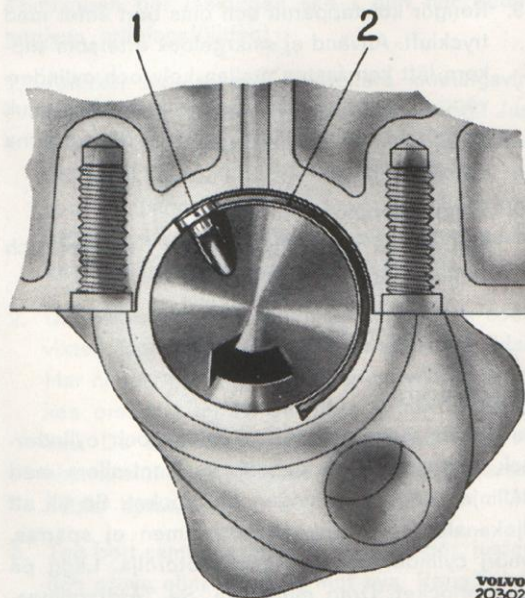

Bild 22. Demontering av ramlagerskål.
Lossa muttrarna för ramlagerskruvarna varefter överfall och undre ramlagerhalva tages bort. Övre ramlagerskål tages bort genom att ett stift (1, bild 22) sättes i oljekanalerna, varefter vevaxeln vrides i vanlig rotationsriktning. Lagerskålen (2) följer härvid med runt och kan tagas bort. Kontrollera lagertappen med hjälp av en indikator vars mätspets anbringas mot taggen, varefter axeln vrides. Är ovaliteten större än 0,05 mm måste vevaxeln demonteras och slipas.